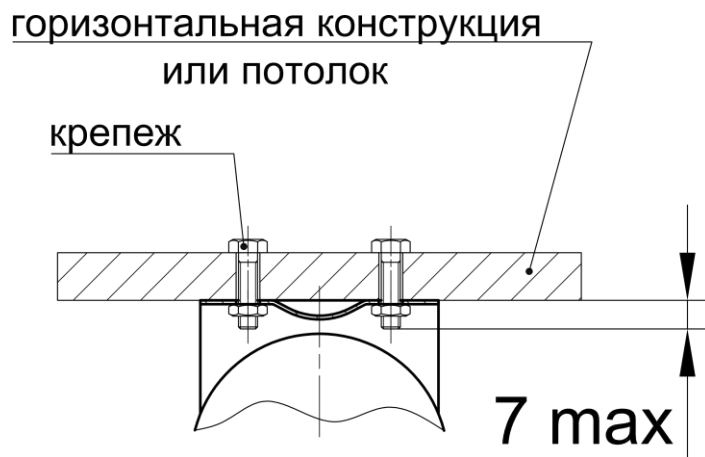

Рисунок 2.2 - ОСП с держателем ж/д
- ж/д - для подвижного состава железной дороги, см. рис. 2.2;
6.4 ОСП с держателем ж/д монтируется на защищаемом объекте при помощи болтов, винтов или резьбовых шпилек. Координаты крепежных отверстий держателя и рекомендация по установке крепежа см. рис. 2.2;